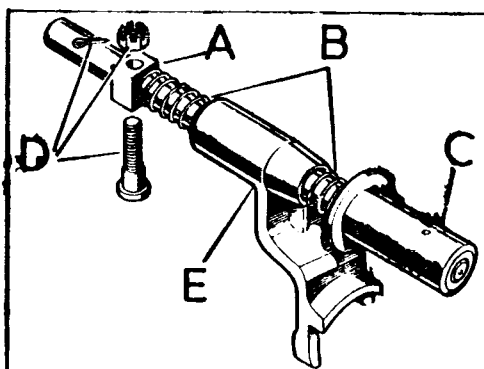

Fig. C-62 Barra corredera para tracción total
- 3.3.1. Situar los muelles, B (Fig. C-62) y horquilla, E, en la barra, teniendo en cuenta que ambos muelles son idénticos y por tanto intercambiables.